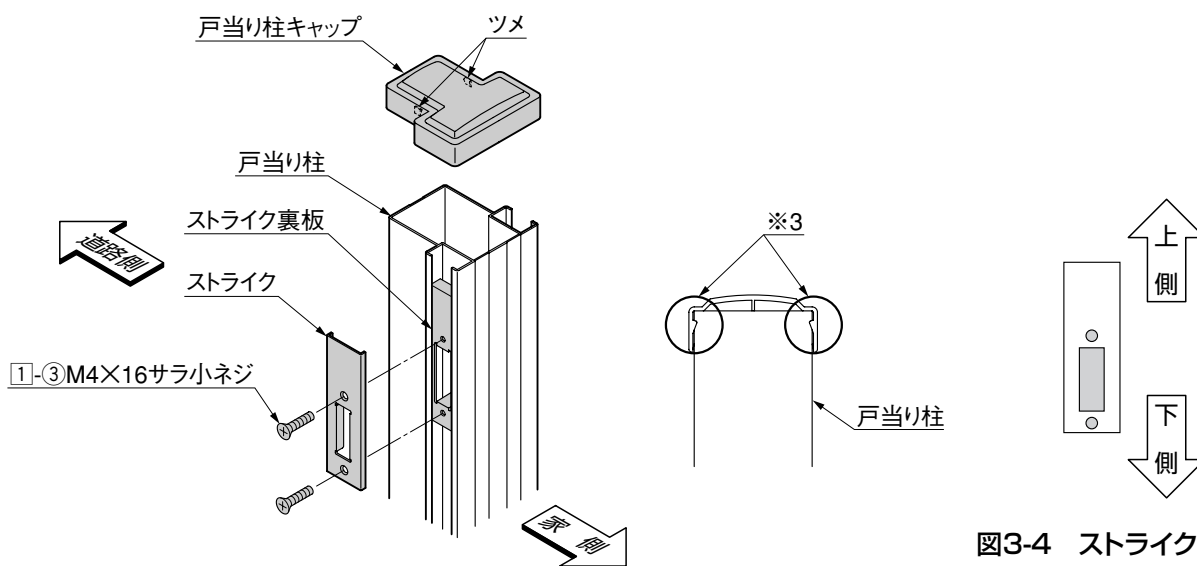

図3-4 ストライクの上下
- ストライクには上下があります。穴位置で判断してください。(図3-4参照)